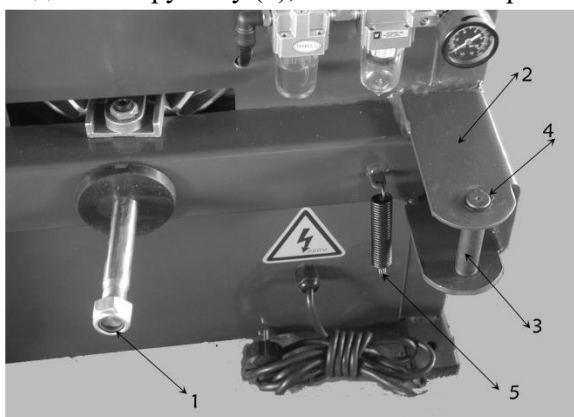

Рис. 10.5
10.5 Отвинтите контргайку (1) на переднем конце штока поршня цилиндра бортоотжимателя. Снимите стопорное кольцо на стержне рычага бортоотжимателя. Снимите стержень штифта (3) и подвесьте пружину (5), как показано на рис. 10.5.